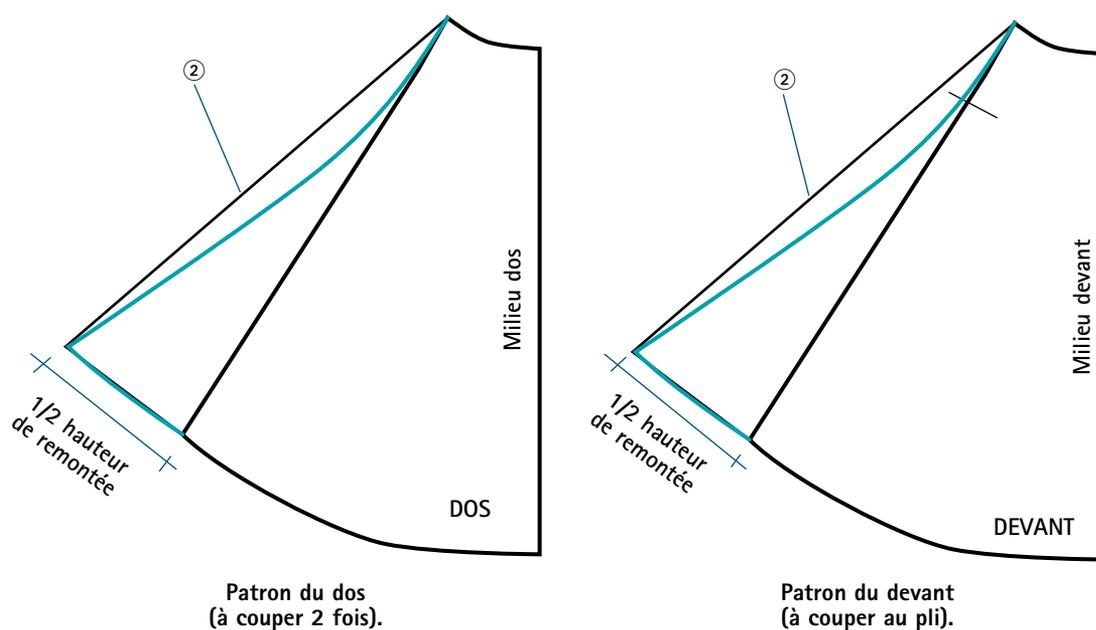

FIG. 2
② Joindre avec une droite la ligne de taille, puis par une légère courbe tracer la ligne de côté élargie, du bas jusqu'à la ligne de bassin (fig. 2, en bleu).